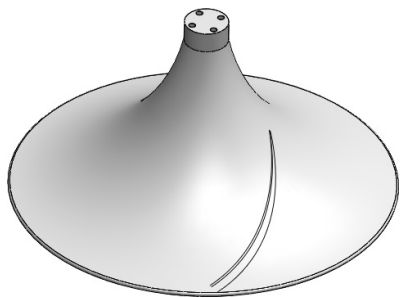

图 5-86 创建投影曲线效果
STEP 2 通过与 **STEP 1** 相同的操作，分别选择“草图 5”和“草图 6”，在叶轮的上表面执行投影曲线操作，效果如图 5-86 所示。